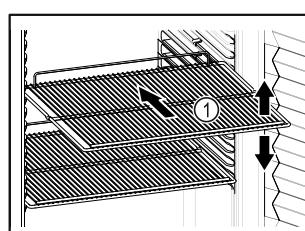

Fig. 75 Примерно изображение
- Ако стелажите за съхранение Fig. 75 (1) могат да се мястят, регулирайте ги според височината.